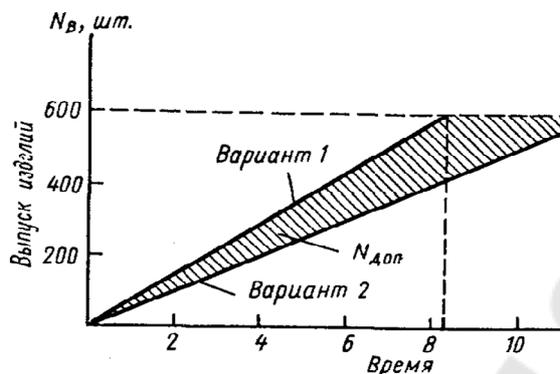

Рис. 16.1. Графики освоения производства для вариантов 1 и 2
3. Графики освоения для вариантов 1 и 2 приведены на рис. 16.1.